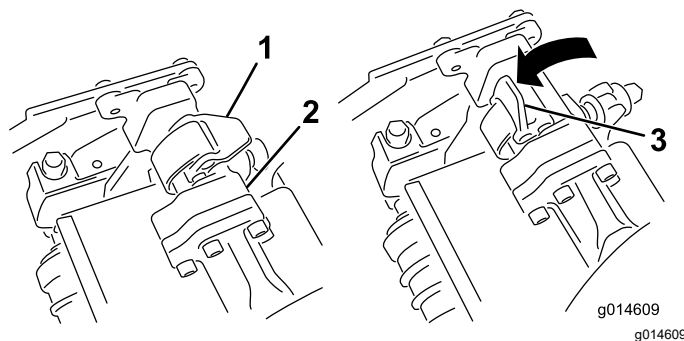

Рисунок 47
3. Когда защелки на штанге рычага подвески направлены вверх (т.е. открыты) (Рисунок 47), нажмите на рычаг подвески так, чтобы
4. Опустите защелки и поверните вокруг стержня режущего блока и заблокируйте их (Рисунок 47).
4. Откройте защелки на штанге рычага подвески режущего блока, который необходимо снять (Рисунок 47).